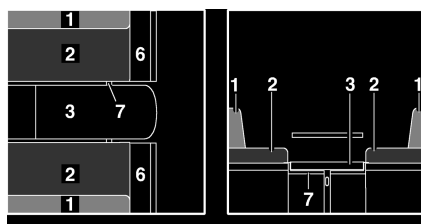

Fig. 103 Durante la transformación
- Plegar la prolongación del banco de asiento (Fig. 103,6) hacia arriba y colocar una cuña con la trampilla.